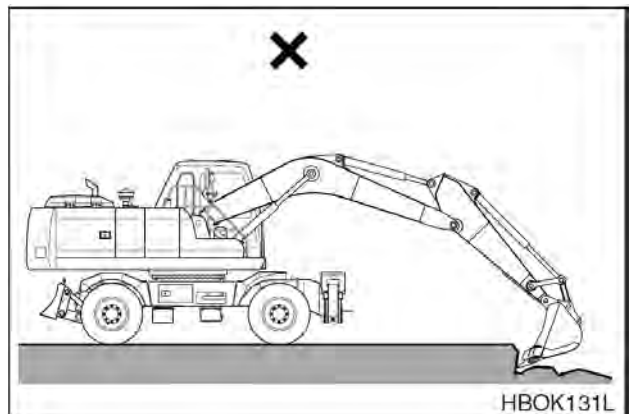

Рис. 58
6. ЗАПРЕЩАЕТСЯ двигать и поворачивать машину для придания дополнительного усилия отрыва, если ковш находится в грунте. (Рис. 58)